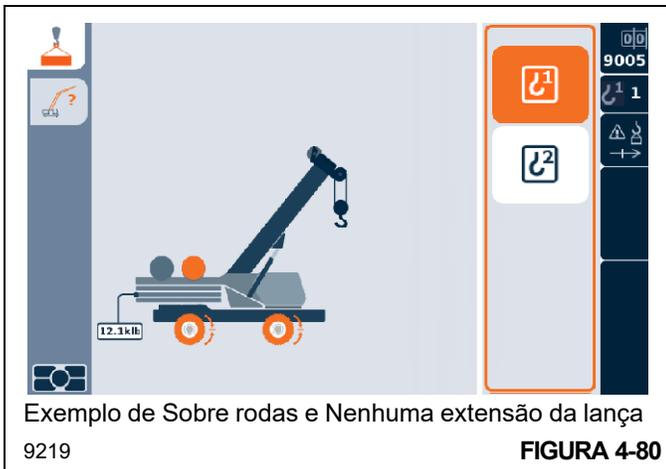

FIGURA 4-80
6. Se o guindaste estiver equipado com o guincho auxiliar opcional, use o Botão rotativo ou os Botões de seta para selecionar o guincho principal ou auxiliar (o ícone se tornará laranja) (Figura 4-80) e então pressione o Botão rotativo ou o Botão OK para aceitar a seleção.